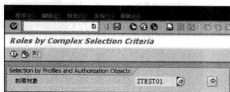

图14-37 按权限对象查询权限界面
STEP 1 选择“Roles→By Authorization Object”选项，然后单击“”按钮，进入按权限对象查询权限界面，如图14-37所示。